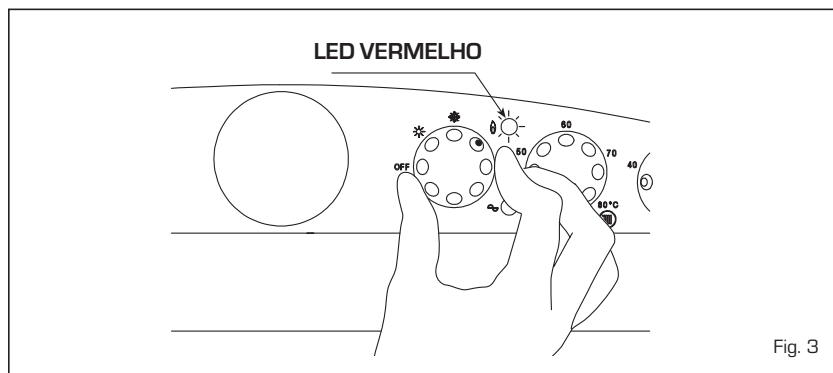

Fig. 3
- Bloqueio do acendimento/intervenção do termostato de segurança (fig. 3)